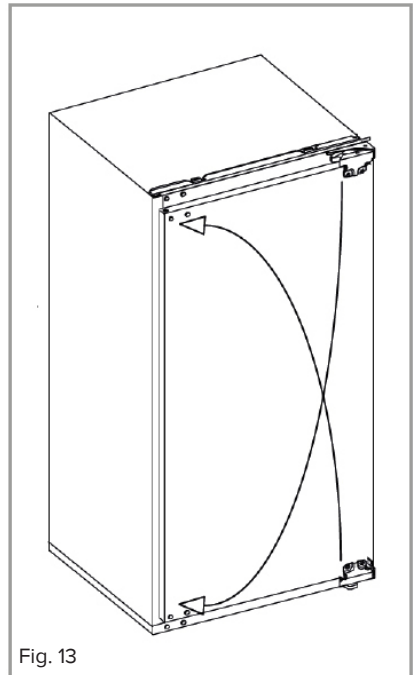

Fig. 13
6. Gire la bisagra superior 180 grados y vuelva a colocar la bisagra en la esquina diagonalmente opuesta del armario del electrodoméstico, tal como se muestra en la Fig. 13